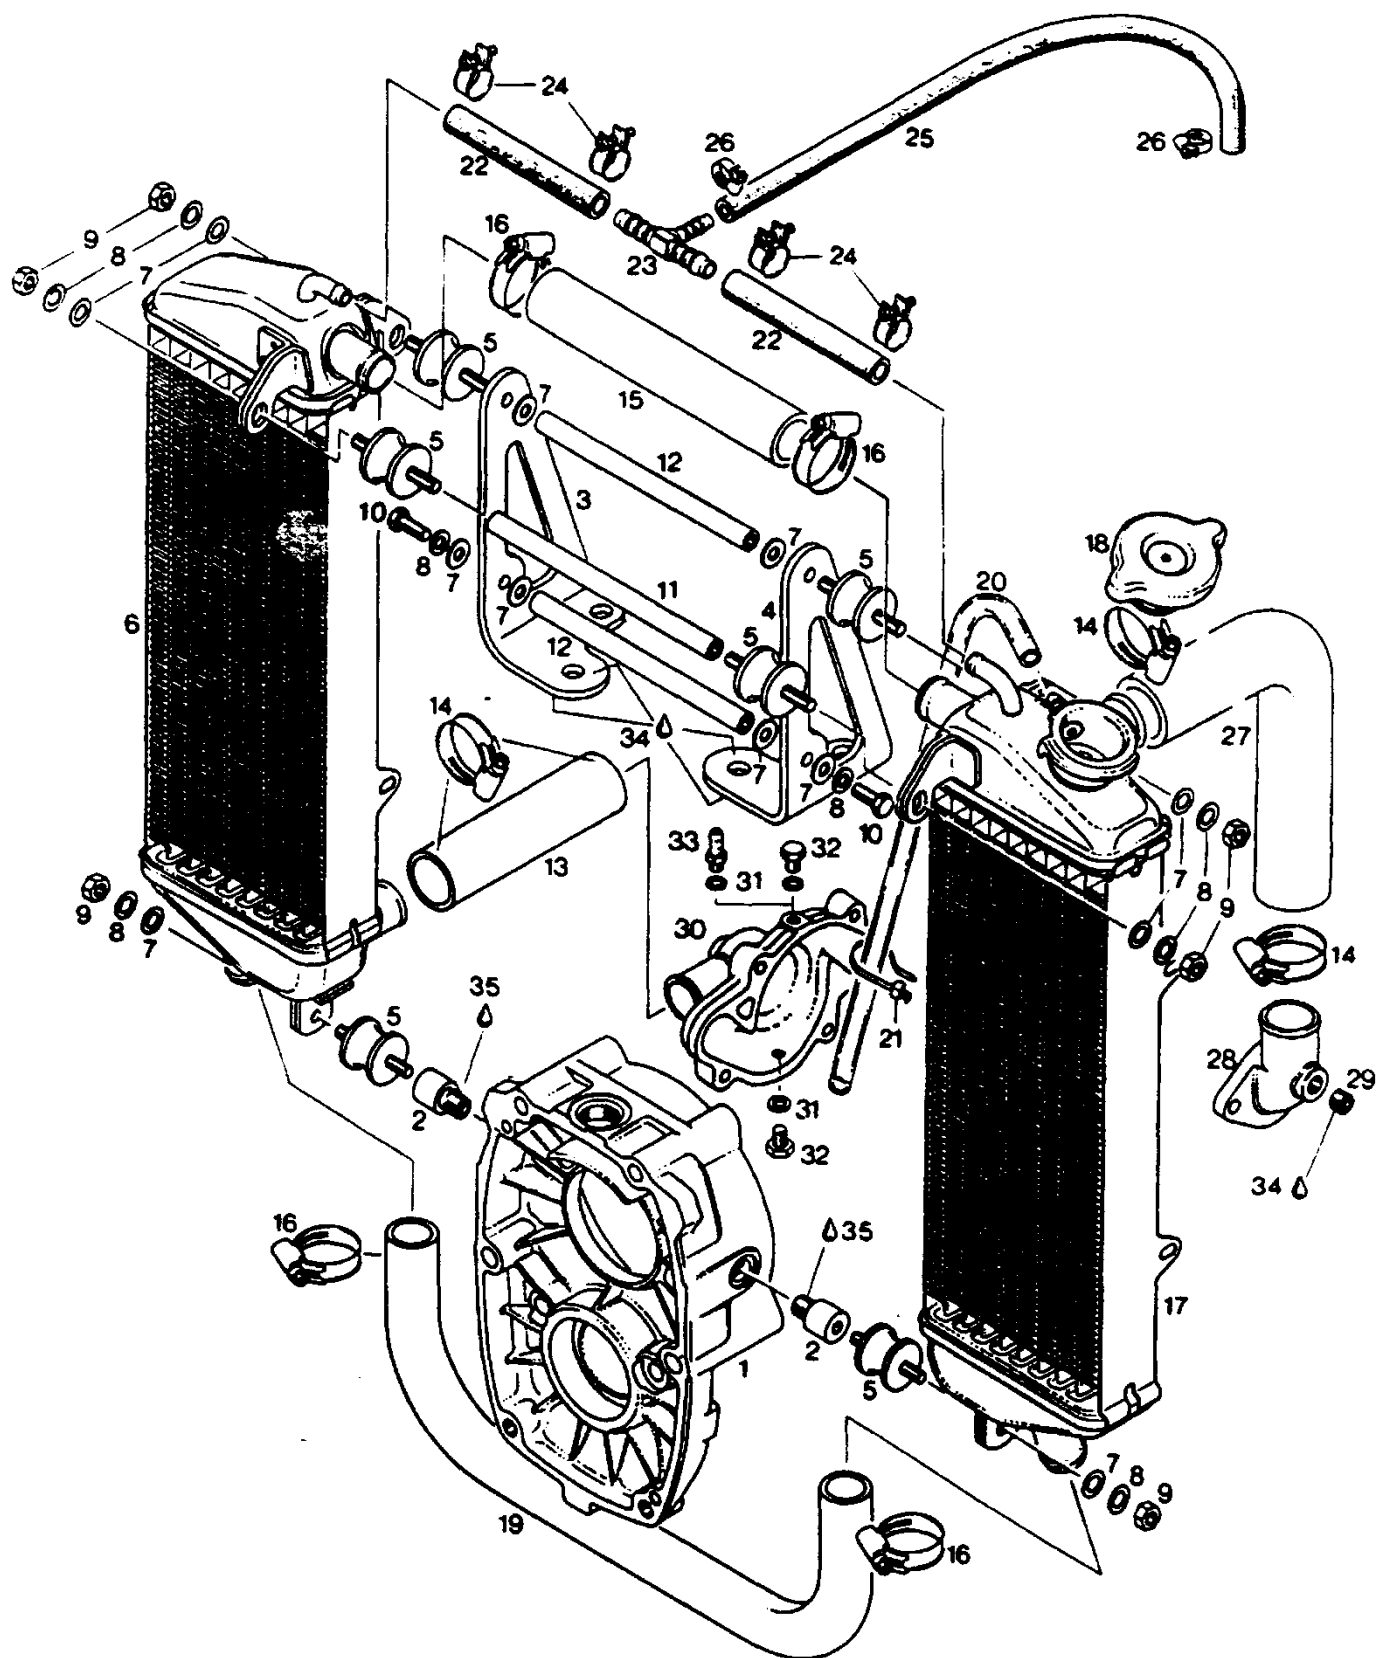

Рис. 54. Двухсекционный высокий радиатор
2. Двухсекционный высокий радиатор (рис. 54) (объем - 0, 8 л, площадь - 6, 4 дм²) устанавливается на двигатель. Объем системы охлаждения - 2, 55 л.
Рис. 54а. Двухсекционный высокий радиатор